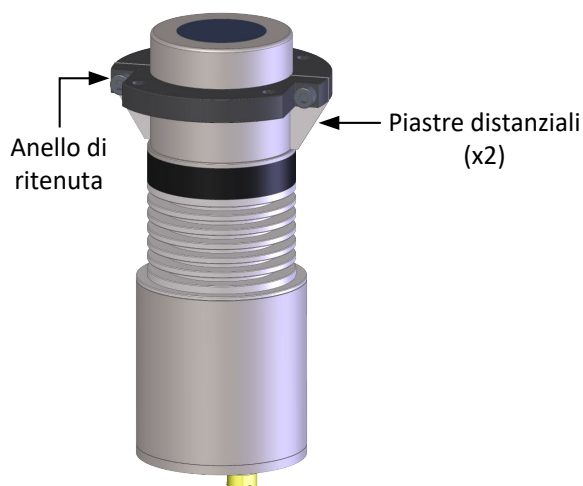

Figura 23: Anello di ritenuta (a filo)
3. Verificare che le piastre distanziali siano a contatto con il solco sul sensore (Figura 23). Stringere le viti sull'anello di ritenuta per bloccarlo in sede